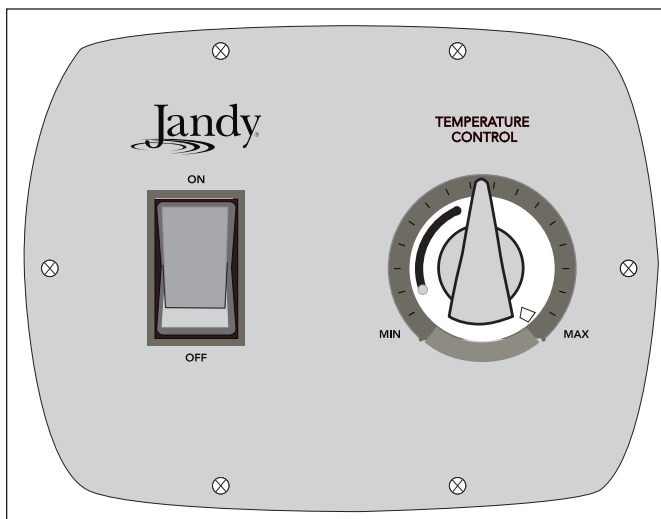

Figure 17. Commande de température
Le régulateur de température, voir Figure 17 est calibré en usine et couvre un intervalle de températures entre environ 21°C et 40°C (70°F to 104°F). Utiliser un thermomètre de piscine juste pour déterminer la meilleure température de l'eau en fonction des besoins.
Le panneau de commande des températures est équipé d'un interrupteur basculant pour allumer ou éteindre le réchauffeur. Il est également doté d'un disque mobile pour régler le thermostat. Voir Figure 17.
1. Mettre la commande du réchauffeur sur OFF (arrêt). Voir Figure 17.